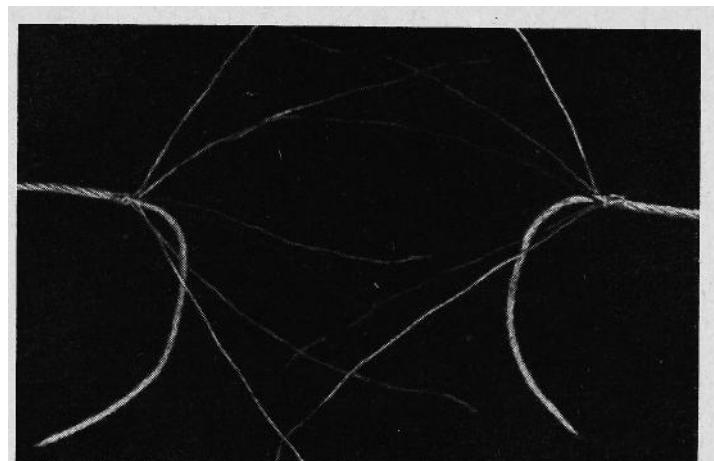

Bild 122 Aufgelöste Seilenden — Die Seelen hängen herunter
3. Auflösender Seilenden (siehe Bild 122).